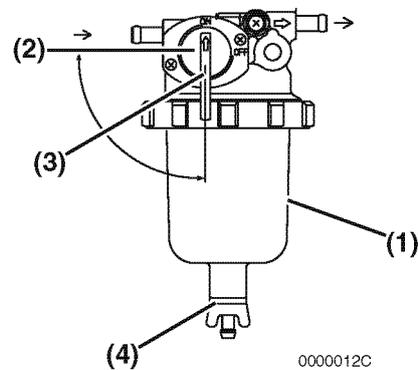

Abbildung 8
1. Einen zulässigen Behälter unter den Kraftstofffilter/Wasserabscheider (**Abbildung 8, (1)**) halten, um die Verunreinigungen aufzufangen.
2. Den Kraftstoffhahn (**Abbildung 8, (2)**) schließen (**Abbildung 8, (3)**).
3. Den Ablaufhahn (**Abbildung 8, (4)**) unten am Kraftstofffilter/Wasserabscheider öffnen. Das angesammelte Wasser ablaufen lassen.
5. Den Kraftstoffhahn öffnen (**Abbildung 8, (3)**).